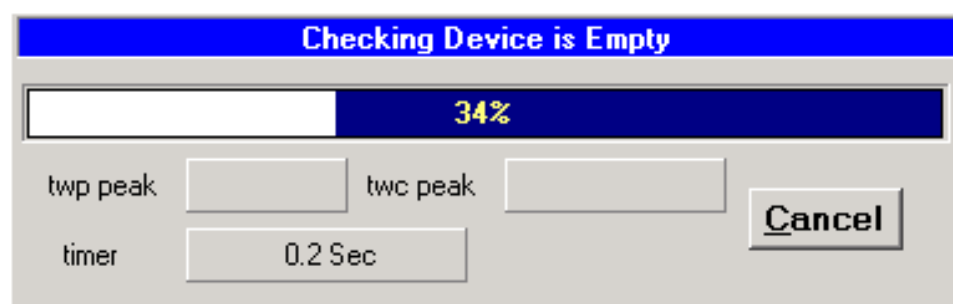

Рис. 6. Окно проверки микросхемы на чистоту.
**[Blank Check]** проверяет, чистая ли микросхема. Те же действия возможны при нажатии кнопки . При проверке появляется окно «Checking Device is Empty» (см. рис. 6). Нажав кнопку «Cancel» можно остановить процесс проверки.